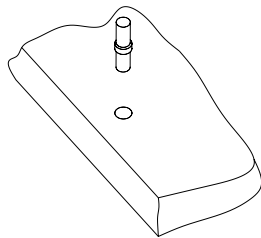

Рис.3
5. Вставить полкодержатели в соответствующие плоскостные отверстия боковин 3, 4 (Рис. 3).